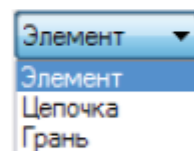

Рис. 2.7. Раскрывающийся список выбора элементов, определяющих область выдавливания
**В.** Позволяет непосредственно выбрать **грань** (область) для выдавливания либо определить контур, выделяя последовательно отдельные **элементы** или сразу выделив **цепочку** элементов (рис. 2.7).